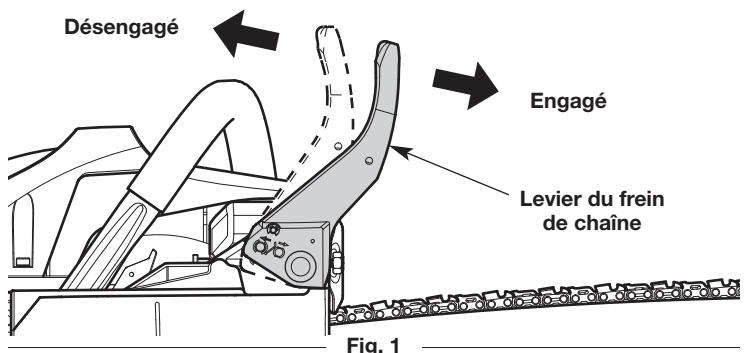

Fig. 1
2. Assurez-vous que le levier de frein de chaîne est tiré vers l'arrière en position débrayée (Fig. 1).
4. Lorsque l'appareil est en marche, enfoncez la manette des gaz du tiers et engagez ensuite le frein de chaîne en poussant le levier de frein de chaîne vers l'avant avec la main gauche (Fig. 1). La chaîne doit s'immobiliser brusquement.